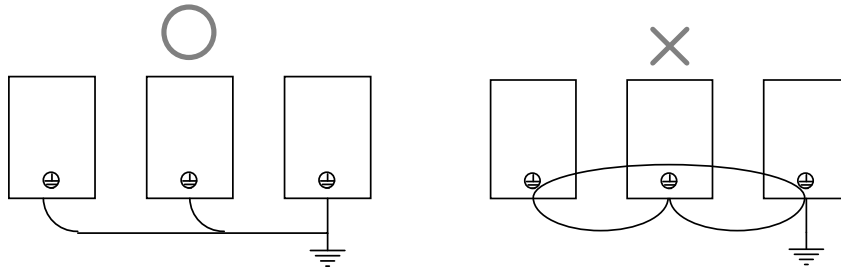

图 4-10 多个变频器接地方法
- 多个变频器接地时，为避免接地线形成回路，建议尽量不要形成环路。多个变频器接地方法见图 4-10。